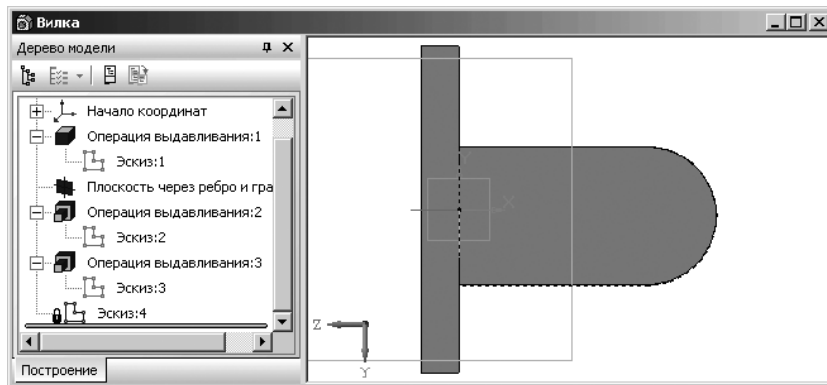

Рис. 3.66. Возможный результат совпадения выделенной плоскости с плоскостью экрана
- щелкните на панели инструментов **Текущее состояние** по кнопке  – **Эскиз** для перехода в режим построения эскиза. Выделенная плоскость совпадет с плоскостью экрана (рис. 3.66).